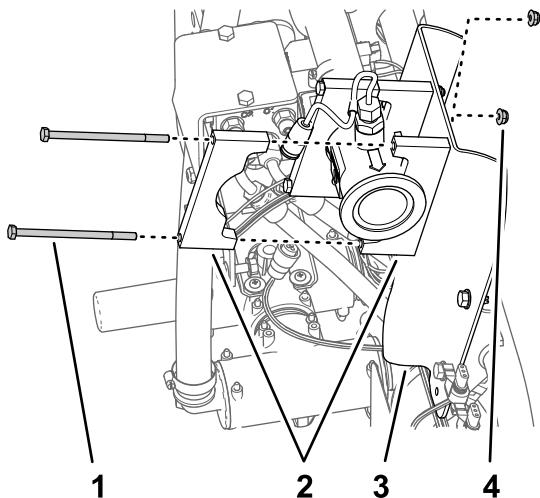

Figura 73
- Alinhe as duas metades de grampo dos suportes entre o fluxímetro e o suporte do fluxímetro e alinhe os furos nas metades dos grampos com os furos no suporte (Figura 73).
- Alinhe uma metade do grampo do suporte no lado traseiro do fluxímetro com uma das metades do grampo que montou no passo 3 (Figura 73).
- Monte o par de metades do grampo no suporte do fluxímetro (Figura 73) com dois parafusos (1/4 x 4-1/2 pol.) e duas porcas de bloqueio flangeadas (1/4 pol.).